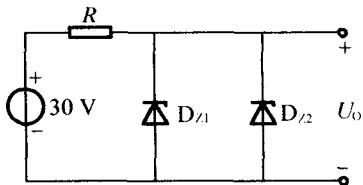

图 1-15
1.9 在图 1-15 所示电路中,稳压二极管 D_{Z1} 的稳定电压为 6 V, D_{Z2} 的稳定电压为 12 V, 则输出电压 U_0 等于()。